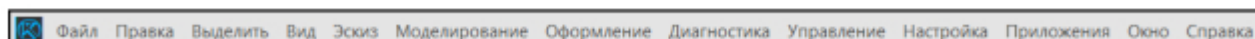

Рис. 3 Главное меню
**Главное меню** (верхняя строка) – содержит все основные меню системы (рис. 3). В каждом из них хранятся команды, сгруппированные по темам. Команда, доступная для выбора, может быть вызвана как из главного меню, так и в инструментальной области.